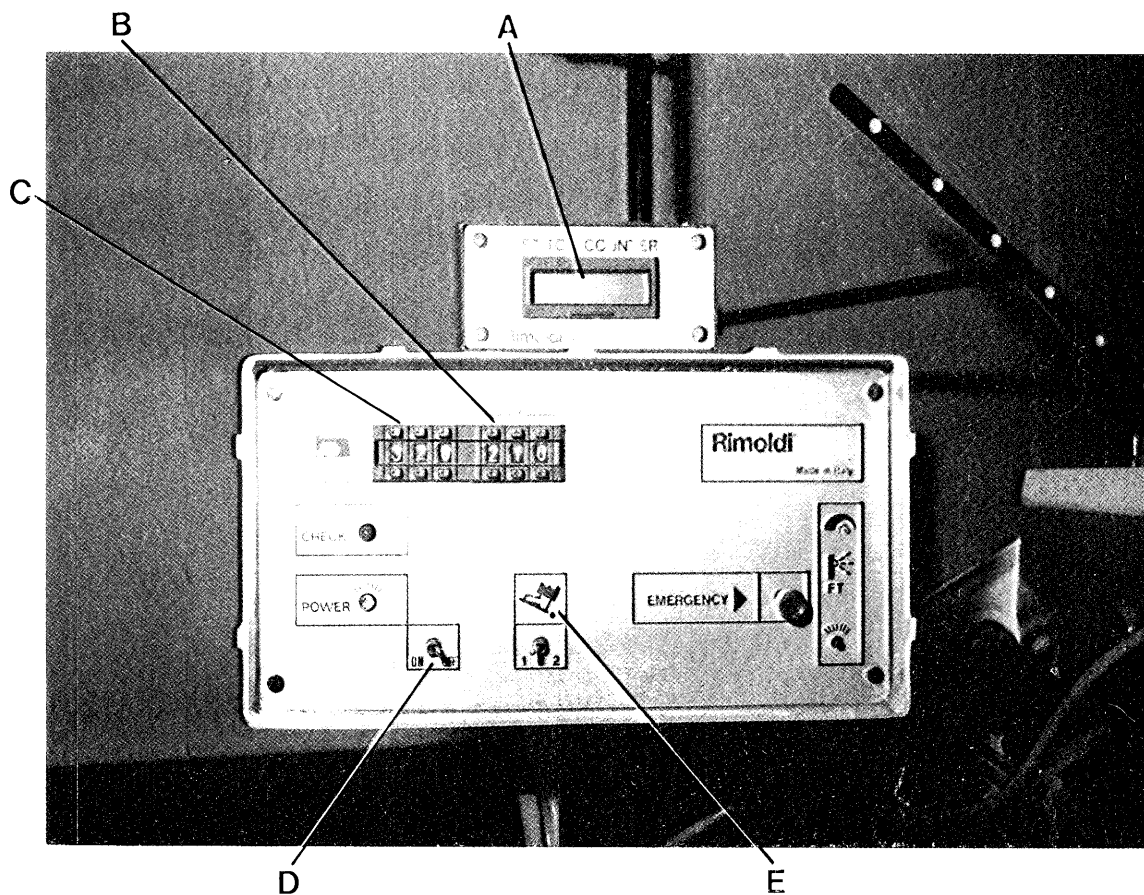

Fig. 5
A l'allumage du moteur, le led rouge de la cellule photo-électrique (qui s'éteindra quand elle sera couverte) et le led POWER (Fig. 5) s'allumeront.
- 10) Lire sur le "STITCH COUNTER" A (Fig. 5) le numéro des points dont il y a eu besoin pour l'exécution de l'opération.
Rapporter ce numéro sur la petite fenêtre A de la console (Fig. 5).
Après avoir mis au point les dispositifs avec soufflerie, et avoir mis le petit levier sur "ON" (Fig. 5) il est possible de commencer les coutures en automatique.
- 6) "STITCH COUNTER" A und die Spalten B und C auf dem Display der Bedienungskonsole nullstellen (Abb. 5).
- 7) Schalter D (Abb. 5) - OFF einstellen (manuell)
IDEOGRAMM Pedal E (Abb. 5) - Hebel rechts abschwelen.
Mit Motor an, zündet sich das rote Led der Fozozelle an (und löscht nach Bedeckung aus), sowie das Led POWER (Abb. 5).
- 10) Auf dem "STITCH COUNTER" A (Abb. 5) die Stichzahl ablesen, welche zur Durchführung der Operation erforderlich war.
Diese Zahl in die Spalte B der Bedienungskonsole (Abb. 5) eintragen.
- 6) "STITCH COUNTER" A (Abb. 5) nullstellen.
IDEOGRAMM Pedal E (Abb. 5) - Hebel rechts abschwenken.
Mit Motor an, zündet sich das rote Led der Fotozelle an (und löscht nach Bedeckung aus), sowie das Led POWER (Abb. 5).
- 10) Auf dem "STITCH COUNTER" A (Abb. 5) die Stichzahl ablesen, welche zur Durchführung der Operation notwendig war.
Wenn die Luftdüsen eingestellt sind und der Hebel auf "ON" gesetzt ist (Abb. 5), kann der automatische Nähvorgang anfangen.